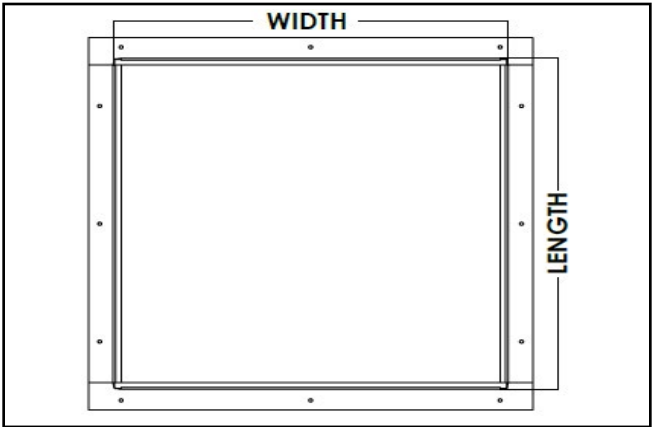

Figure 3.
- 3. Découpez un trou dans la cloison sèche selon les dimensions ci-dessous. (Figure 3)